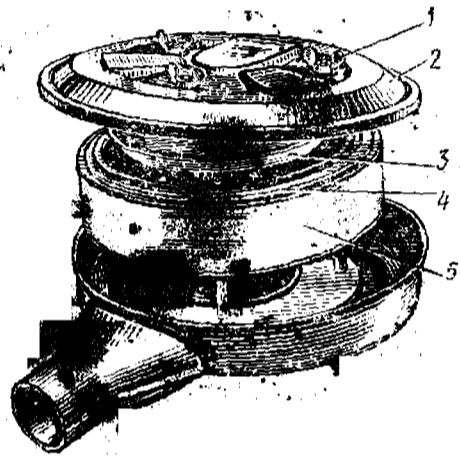

Рис. 63. Воздушный фильтр карбюратора 210K-11070:
1. Отверните три барашковые гайки 1 (рис. 63) и снимите крышку 2 корпуса фильтра.